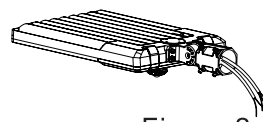

Figure 2
Étape 2 : Installez le support sur le luminaire. (Fig. 2)